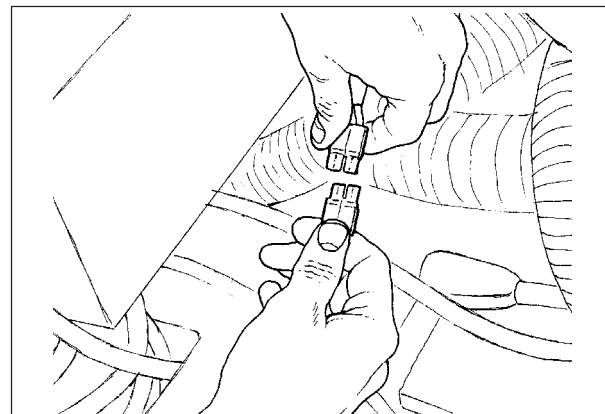

Abb. 9
5. Trennen Sie den blauen elektrischen Schwimmerverbinder (siehe Abb. 9).
15. Schließen Sie den blauen Schwimmverbinder wieder an (siehe Abb. 9, Seite 12).